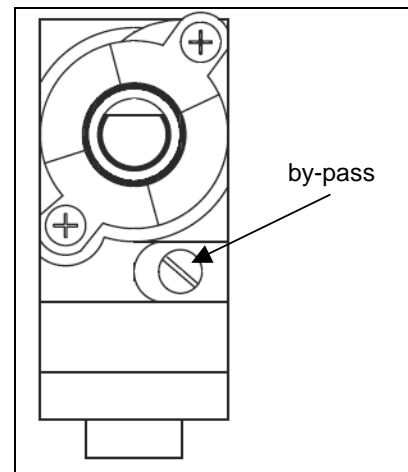

fig.11
4. Dévissez ou vissez la vis pointeau (qui se trouve au-dessous de l'axe du robinet fig.11) jusqu'à l'obtention d'une flamme très courte mais stable pour le gaz naturel. Pour le gaz butane - propane, vissez totalement la vis dans le sens des aiguilles d'une montre.
4. Dévissez la vis pointeau (fig. 11) d'environ 3 tours.